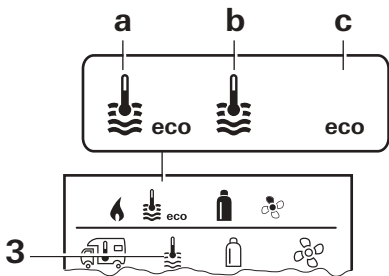

Fig. 6
1. Utilice el botón de giro/pulsador para seleccionar el icono en la línea de menú (Fig. 6 – 3).